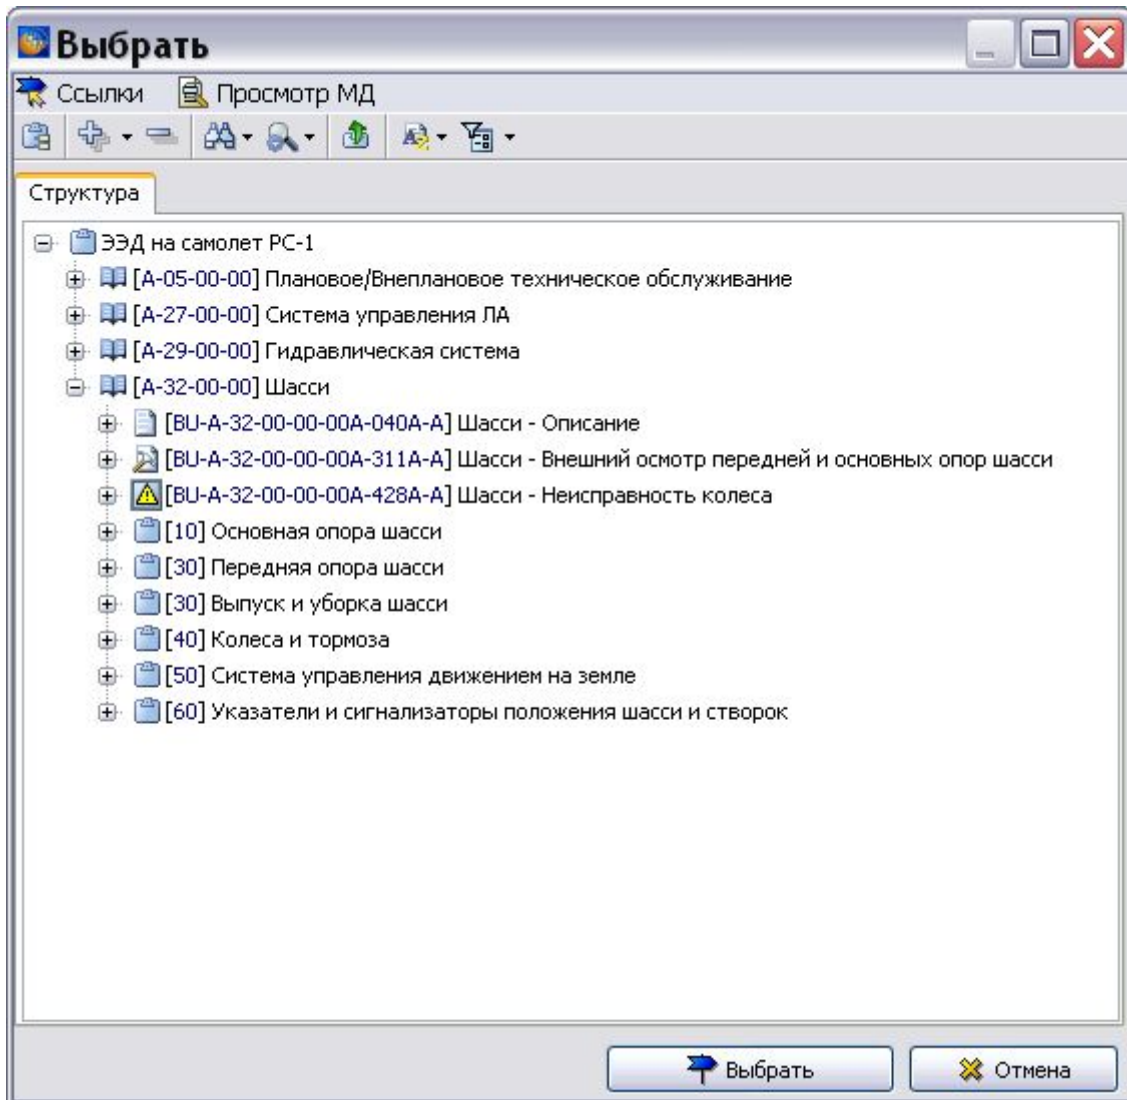

Рис. 5.32
- При необходимости сделать ссылку на модуль данных с описанием выполнения процедуры установите флаг у параметра **Модуль данных**. После этого откроется окно **Выбрать** со структурой проекта (Рис. 5.32).